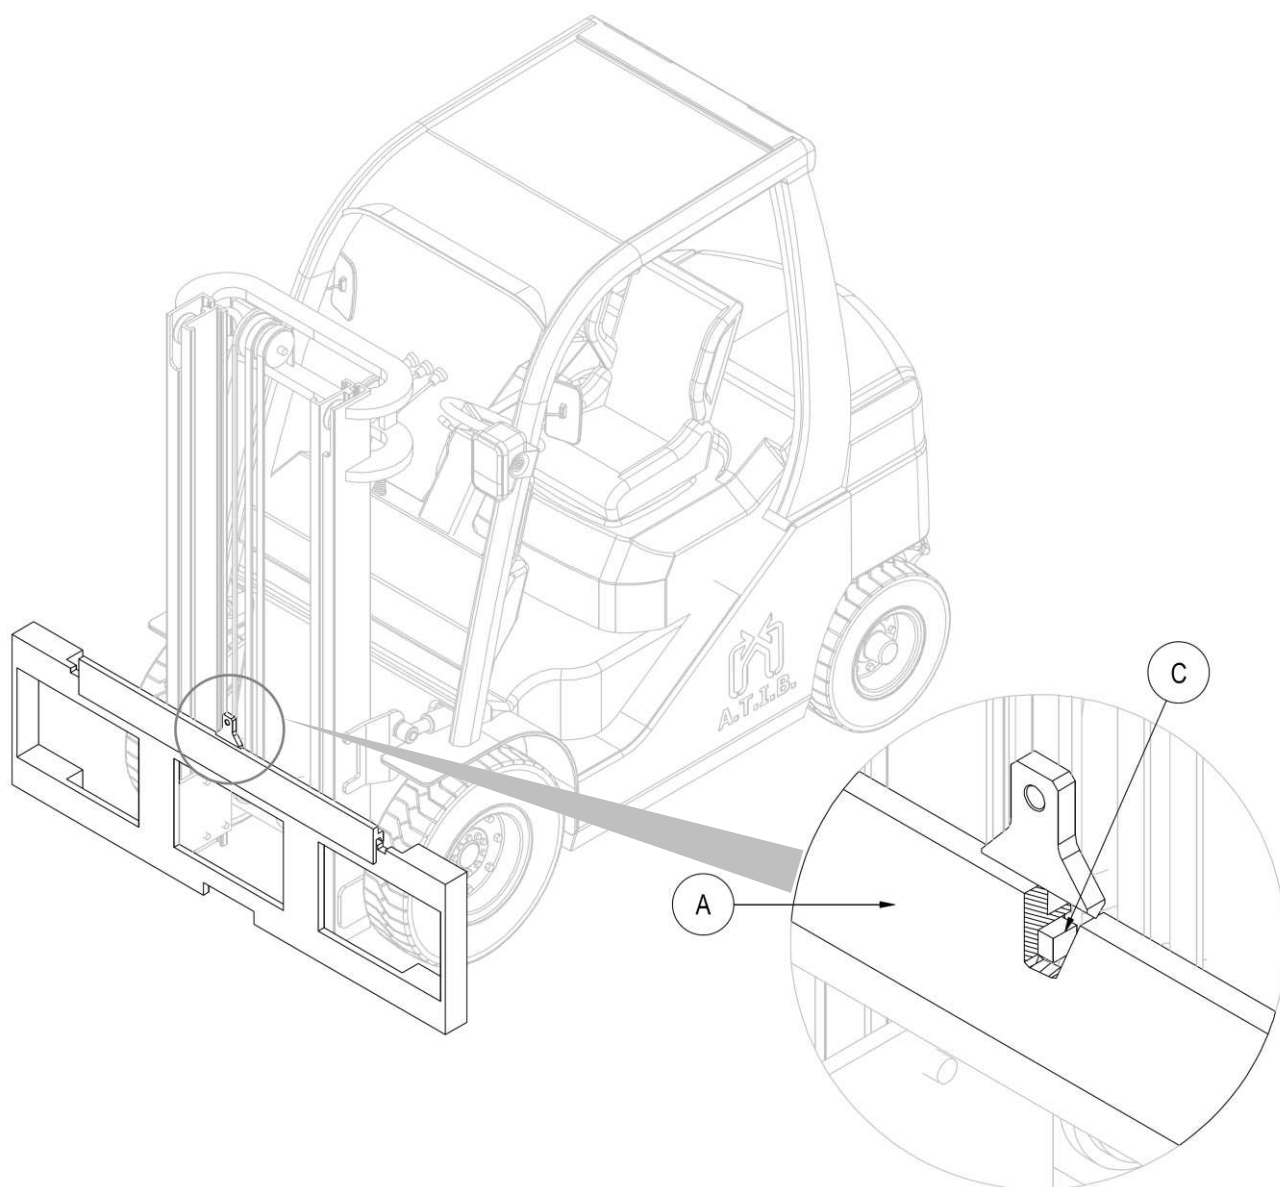

Figura 3
- Después de retirar el cilindro de desplazamiento, coger manualmente el doble gancho **A** y colocarlo en el perfil superior de la placa porta horquillas, cuidando de encajar el pivote de centrado **C** en la muesca central del mismo (mira *Figura 3*).